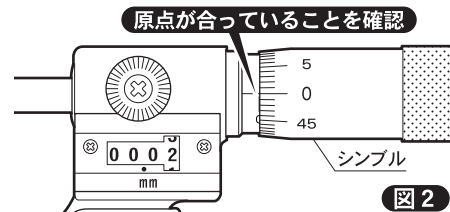

図2
- ③基準線目盛の『0』にシムブルの『0』目盛が一致していれば、原点が合っています。 **図2**